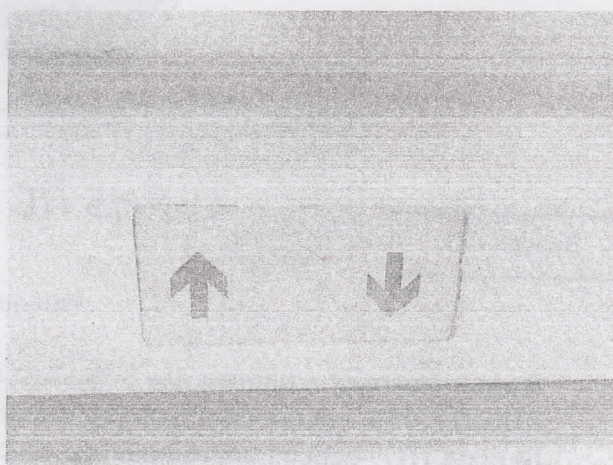

Рисунок 13
3. При помощи ножной педали (см. рис. 13) или сенсорного управления на панели НМІ (см. рис. 21), откройте дверь загрузки камеры стерилизатора. Во время цикла стерилизации открытие двери блокируется.
7. Закройте дверь камеры стерилизатора с помощью ножной педали (см. рис. 13) или сенсорного управления на панели НМІ (см. рис. 21);